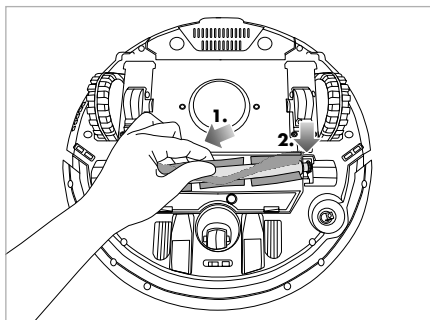

Fig. 18
- 3) Per reinserire il rullo a spazzola **31**, per prima cosa farlo scorrere a sinistra sul supporto e poi lasciare che si innesti a destra nel supporto (vedere fig. 18).